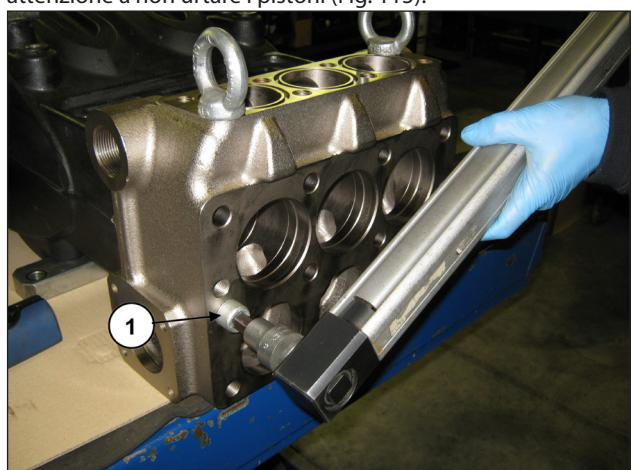
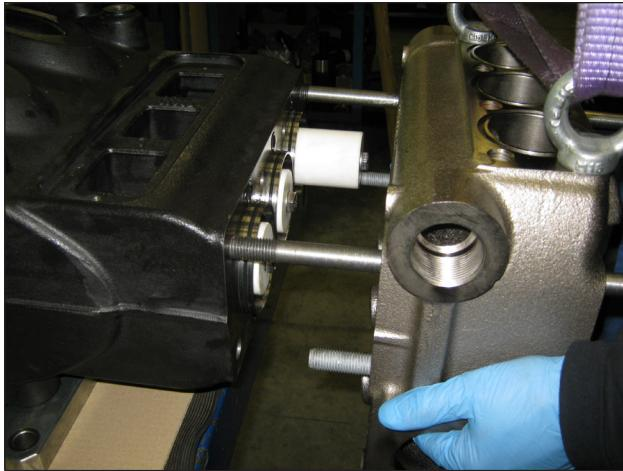

Fig. 114
Fig. 115
Ora è possibile togliere la testata dal carter pompa provvedendo a svitare le 2 viti M16x180 (pos. ①, Fig. 114). Durante lo smontaggio della testata prestare particolare attenzione a non urtare i pistoni (Fig. 115).